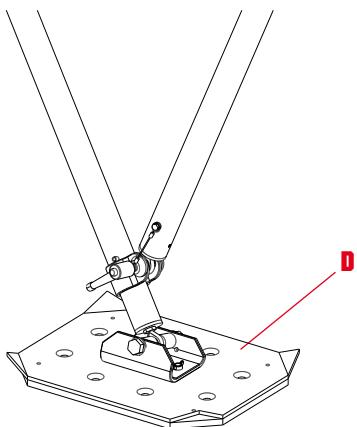

fig. 4A
- enrosque y apriete los pernos roscados de los grilletes (M).
c) Conecte los soportes (D) mediante los tornillos específicos, elija el lado más idóneo para la superficie de apoyo disponible:
- lado engomado para superficies lisas y duras de apoyo (fig. 4A),